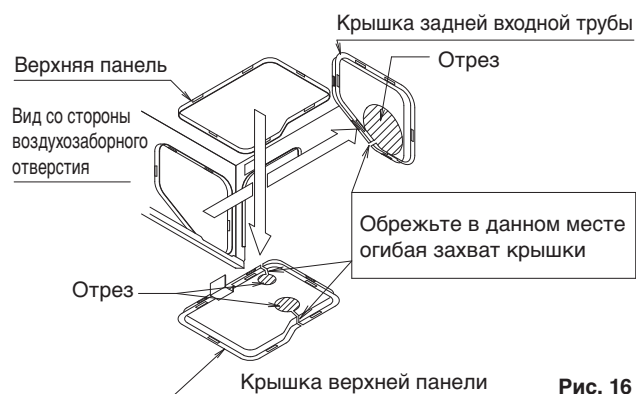
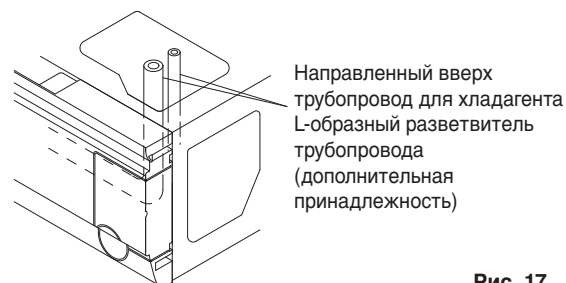
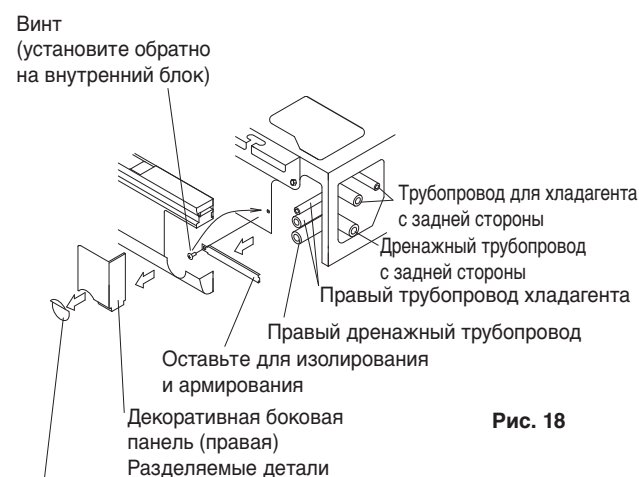
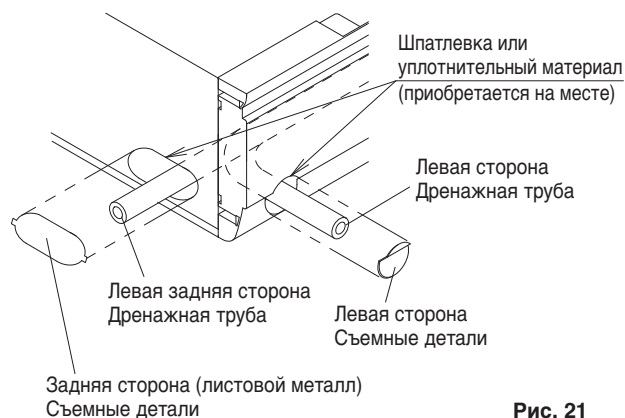

Рис. 16
Рис. 17
Рис. 18
Рис. 21
- (См. рис. 18)
- (1) Для задней стороны трубопровода
- Снимите заднюю крышку для доступа к трубопроводу и подсоедините патрубок. (См. рис. 16 и рис. 18)
- (2) Для верхнего трубопровода
- Снимите крышку для доступа к верхней панели и подсоедините трубопровод с помощью Г-образного переходника (опция). (См. рис. 16 и рис. 17)
- (3) Для трубопровода на правой стороне
- Удалите остатки упаковочного материала (в т.ч. армирование) с правой стороны и установите винт обратно в отверстие на блоке. (См. рис. 18)
- Прорежьте выбивное отверстие в декоративной боковой панели (правой) и подсоедините трубопровод. (См. рис. 18)
- Также, что касается крышки верхней панели, которая была снята ранее, проденьте провод электродвигателя горизонтальной заслонки и вывод термистора через зажим на крышке верхней панели и зафиксируйте их. (См. рис. 16 и 19.)
- Дренажный трубопровод допускается подсоединять следующим образом: Для правой задней/правой стороны см. рис. 18 в разделе "6. РАБОТЫ С ТРУБОПРОВОДОМ ДЛЯ ХЛАДАГЕНТА" а для левой задней/левой стороны см. рис. 21.